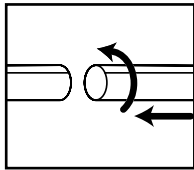

FIGURE 11
15. Attachez les bras de prolongation à l'extrémité accessoire du tuyau. Visez légèrement pour serrer le raccordement. **FIGURE 11.**
16. Attachez un des accessoires de nettoyage (selon vos exigences de nettoyage) sur les bras de prolongation. Visez légèrement pour serrer le raccordement. **FIGURE 11.**